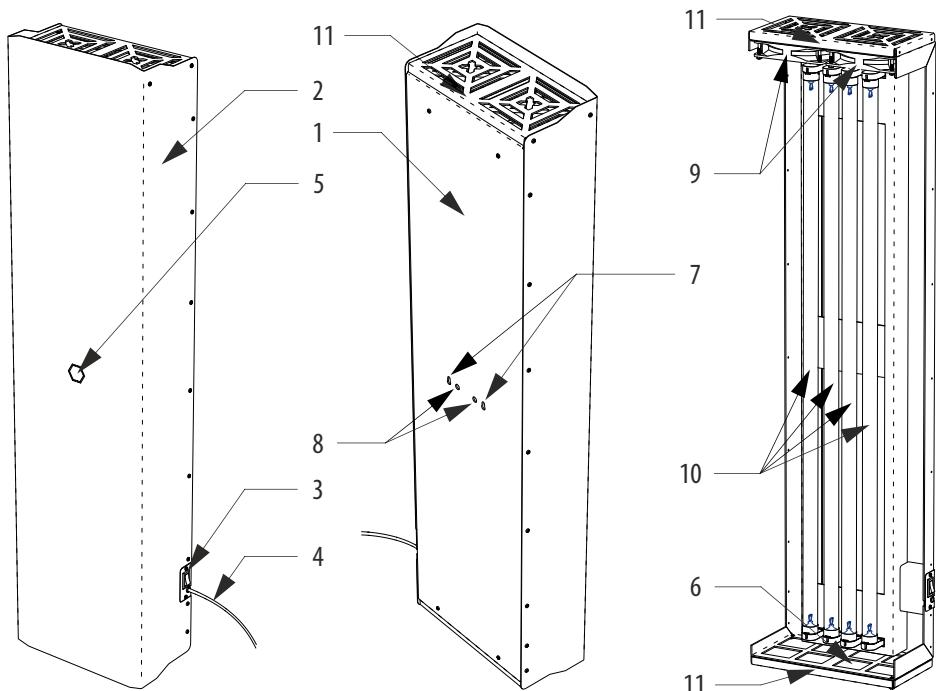

Рисунок 1. Общая конструкция очистителя воздуха ОВУ-06 / ОВУ-06Т .
- 6.3. Измерьте межцентровое расстояние между проушинами 7 (см. рис.1). С помощью уровня и линейки (рулетки) разметьте на стене отверстия для монтажа. Выбирайте крепёж в соответствии с материалом стен: шурупы для деревянных стен или стен из древесных материалов; дюбеля с шурупами для бетонных, кирпичных или газосиликатных стен; специальный крепёж для стен из ГКЛ.